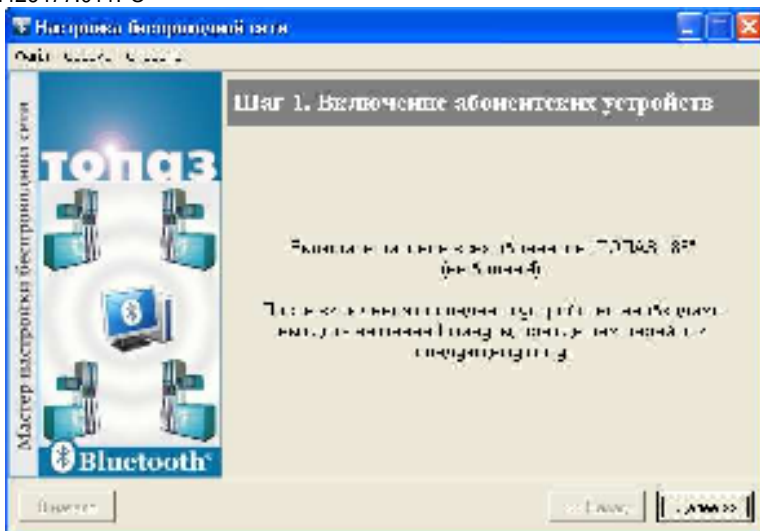

Рисунок 2
6.2 Запустить программу (BTNetWizard.exe) (рисунок 2), нажать кнопку "Далее".